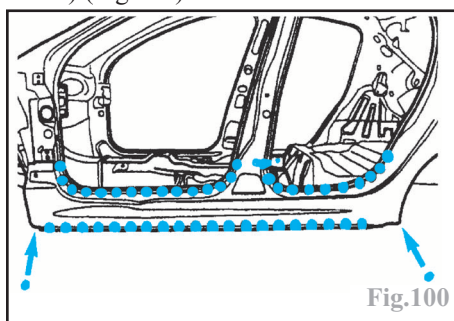

Fig.100
- par points électriques (avec l'équipement AB1) (Fig.100).